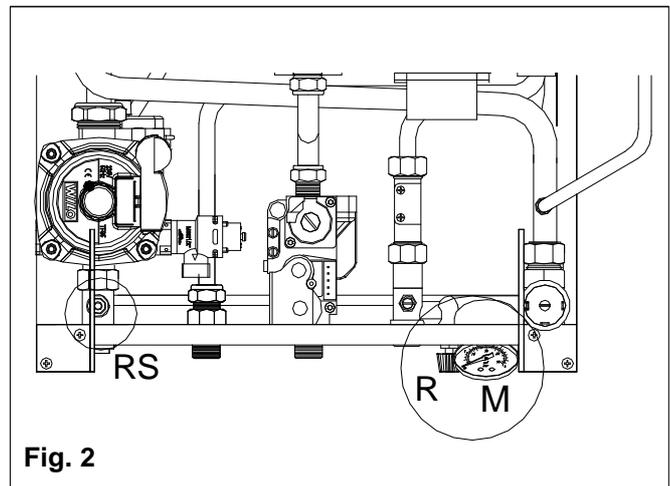

Fig. 2
- aprire il rubinetto di carico **R** (fig. 2) fino a che il manometro **M** segni la pressione di 1 bar ;
- controllare attraverso il manometro **M** (fig. 2), che la pressione dell'impianto raggiunga il valore di 1 bar e che non compare sul display del pannello comandi il codice H20 (vedi "Pannello comandi") ;